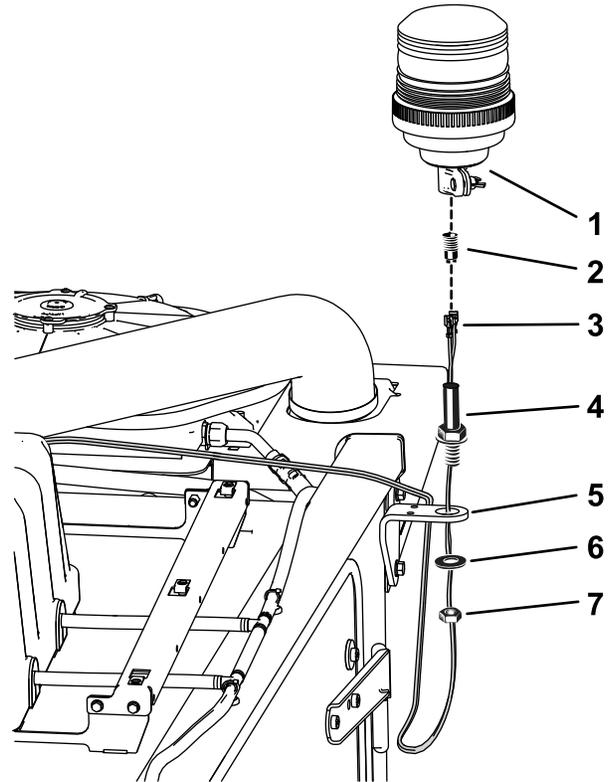

Figura 6
5. Montate la staffa della luce di segnalazione sulla cabina (Figura 6).
Nota: Il connettore della luce di segnalazione può essere sfilato dall'attacco della luce di segnalazione per il collegamento (Figura 6).
2. Forcella della luce di segnalazione (2)
8. Montate la luce di segnalazione sulla staffa, come illustrato nella Figura 6.